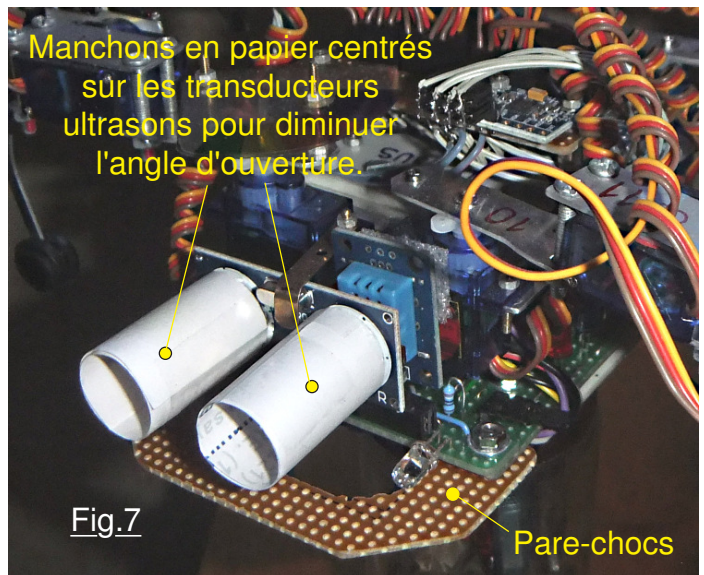

Fig.7
**C**onsidérant à son tour la Fiche n°7, on constate que les deux diodes électroluminescentes dépassent notablement du circuit imprimé principal. Elles sont de ce fait en situation vulnérable. Lorsque vous allez manipuler JEKERT et procéder à des essais, en particulier avec la motorisation active, un grand nombre d'incidents vont engendrer un basculement du robot sur le nez. À chaque fois les LEDs des phares se tordent ce qui ne présage rien de bon pour leur pérennité. Pour les protéger de tels incidents fréquents lors du développement, on se contente comme montré sur la Fig.7 d'ajouter un **Pare-chocs** immobilisé sur le petit circuit imprimé de complément par les deux boulons  $\phi$  M3 de liaison de ce dernier sur le circuit imprimé principal. Ajouré en son centre, cette petite pièce mécanique est taillée pour le prototype dans un morceau de circuit imprimé. Notons au passage que pour faciliter l'étude des dessins des circuits imprimés en relation directe avec le schéma électronique, les Fiche n°6 à Fiche n°8 sont conçues pour une lecture simultanée. Par exemple on peut mettre en vis à vis la Fiche n°6 avec la Fiche n°7 pour comparer le schéma au dessin du circuit imprimé. De la même façon, approcher la Fiche n°7 avec la Fiche n°8 permet d'observer les deux faces de cette plaque électronique principale.